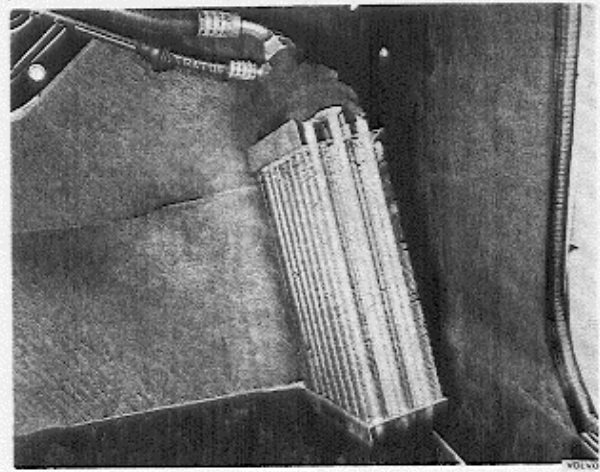

Abb. 8-29 Klimator, auf dem Boden abgestellt
- (20) Klimator aus der Zentraleinheit herausnehmen und rechts neben der Seitenwandstütze ablegen (Abb. 8-29). Die Klimatorschläuche bleiben dabei angeschlossen.